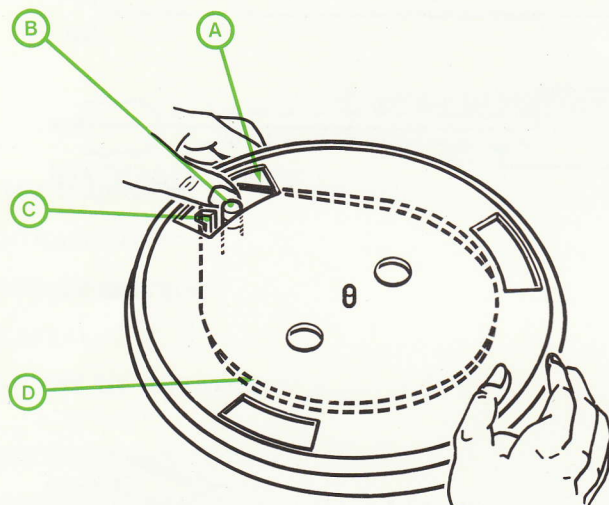

Fig. 3
- Mettre le plateau sur l'axe (7).
- Prendre la courroie d'entraînement (A) sur le tambour (D) du plateau, la faire passer entre les joues de l'étrier (C) et sur la poulie du moteur (B) (Fig. 3). Au cours de cette opération, veiller à ne pas vriller la courroie d'entraînement.